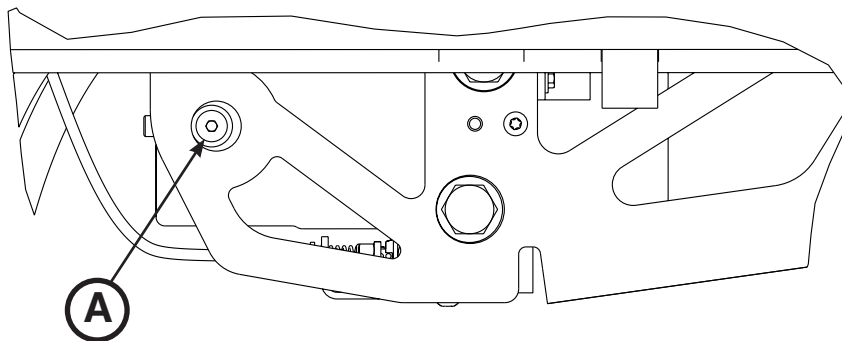

Figura 49
3. Extraiga el tapón (A) con una llave hexagonal de 3/16" (Figura 49).